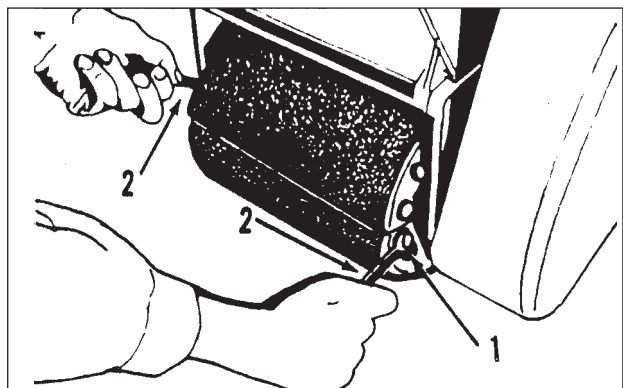

Figura 4
1. Se proporcionan llaves con la máquina. Coloque una llave alrededor de la tuerca en cada extremo del tambor (1). Consulte la Figura 4.
3. Gire las llaves en sentido contrario al de la rotación hasta que el papel abrasivo quede ajustado contra el tambor (2). Consulte la Figura 4.